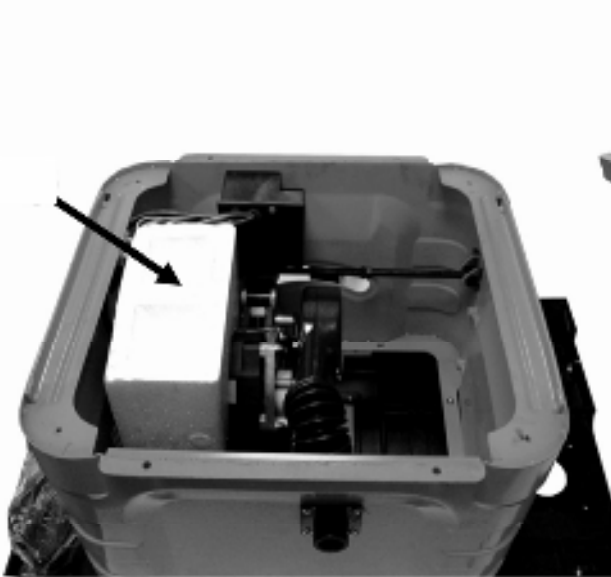

Рис. 6
8.2. Крепление пилы к основанию (Рис. 6,7)
8.2.1. Переверните пилу рабочим столом вниз, аккуратно положите на чистый лист картона, чтобы не повредить поверхность рабочего стола, Рис.6.
8.2.2. Вывинтите четыре винта, закрепляющих нижнюю панель, снимите нижнюю панель, Рис.6.
8.2.3. Удалите пенопласт, уложенный для защиты двигателя и пильного диска во время транспортировки, Рис.6.
8.2.4. Установите и закрепите нижнюю панель на место, Рис.6.